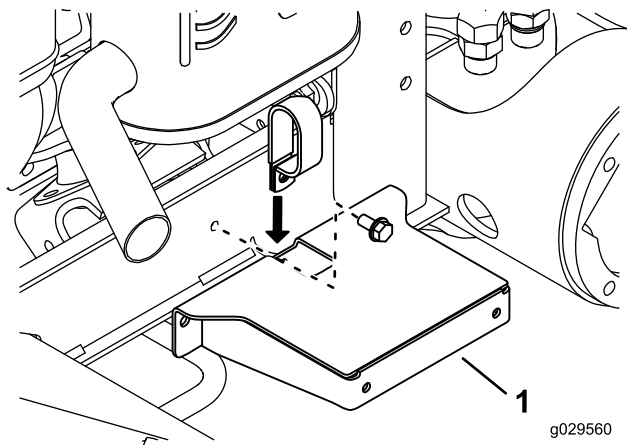

Figura 3
2. Insira a parte de baixo da braçadeira de tubos na ranhura na parte de cima do guarda-lamas (Figura 3).
8. Monte, sem apertar, a braçadeira de tubos e guarda-lamas no canal da estrutura com a braçadeira de tubos, parafuso e porca (consulte Figura 3).